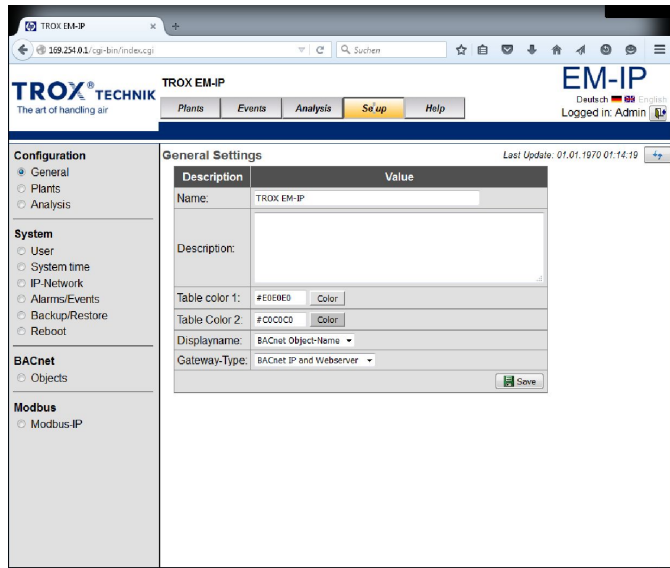

Fig. 19 : Paramètres généraux
- ⇒ La page « Paramètres généraux » (Fig. 19) s'affiche.
⇒ La page « Paramètres généraux » (Fig. 19) s'affiche.